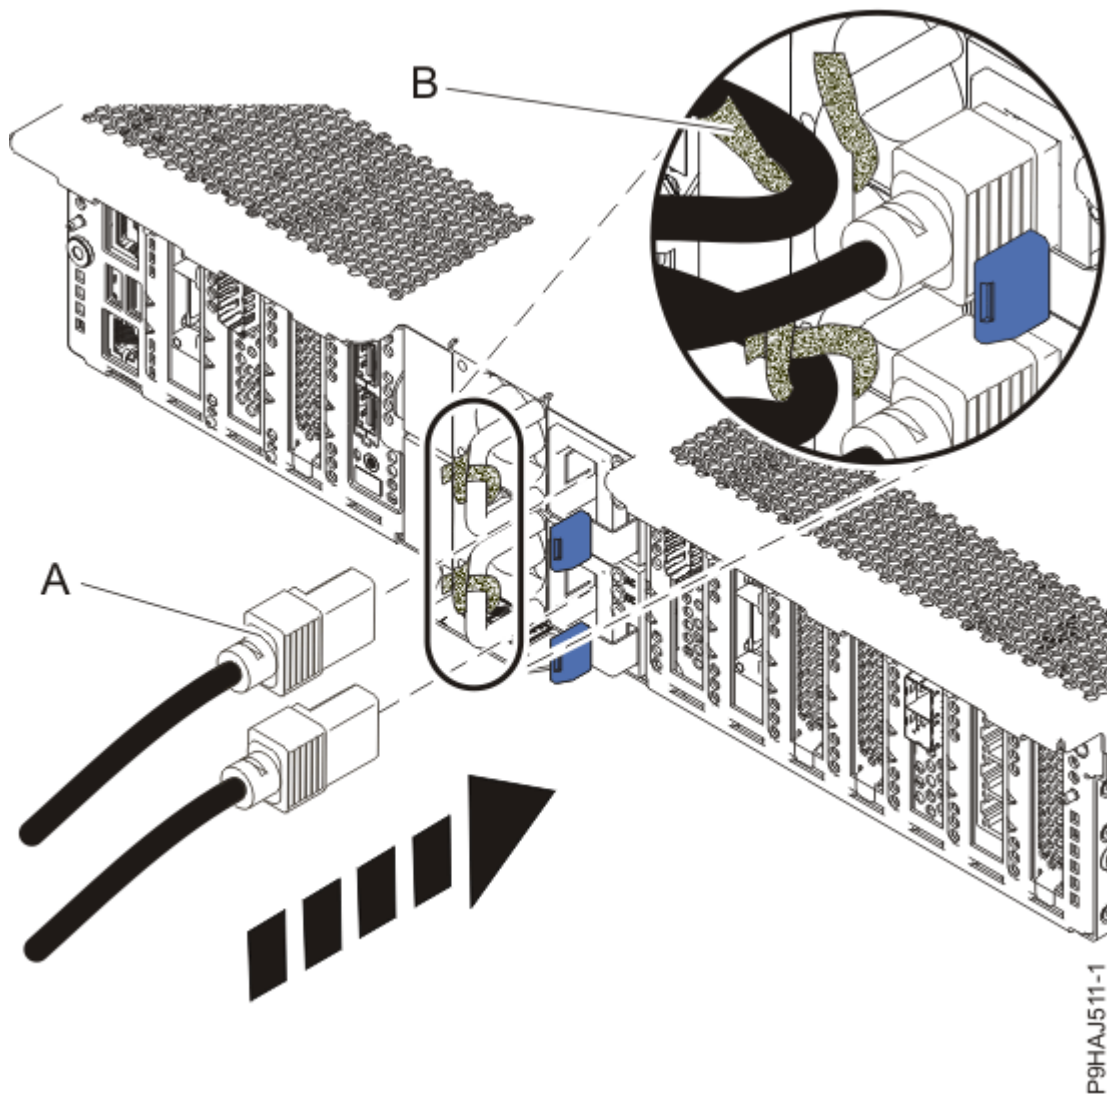

Abbildung 46. Netzkabel anschließen
7. Schließen Sie die Netzkabel **(A)** mithilfe Ihrer Beschriftungen wieder an die Systemeinheit an. Befestigen Sie die Netzkabel mit den Klettverschlüssen **(B)** am System (siehe Abbildung 46 auf Seite 50).